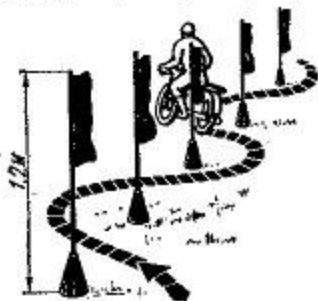

Рис. 8. Змейка
**Змейка** размечается флажками через 4 м. Мотоциклист должен объехать флажки, не сбить их и не спускать ног с подножек (рис. 8).